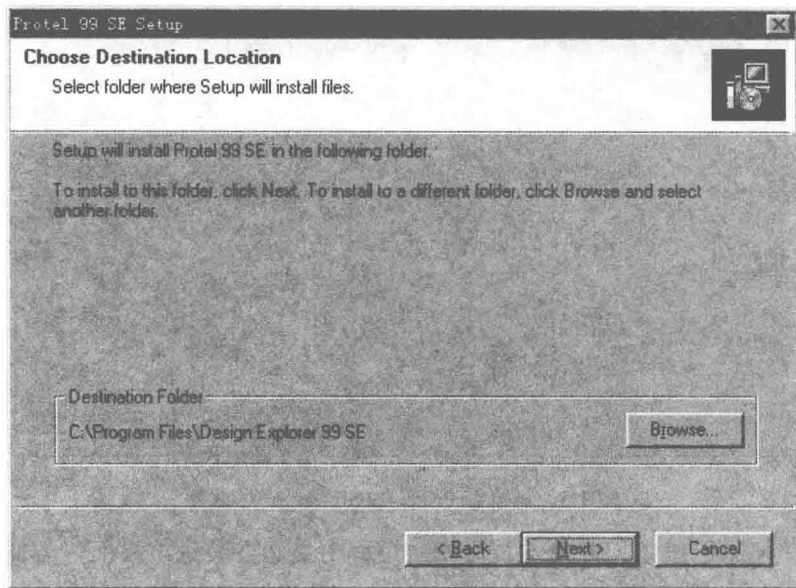

图 1.3 第三个 Protel 99 SE Setup 对话框
(3) 单击“Next”按钮，将显示第三个 Protel 99 SE Setup 对话框，如图 1.3 所示。该对话框提示安装 Protel 99 SE 的默认路径，如果想更改，单击“Browse”按钮，选择安装路径。